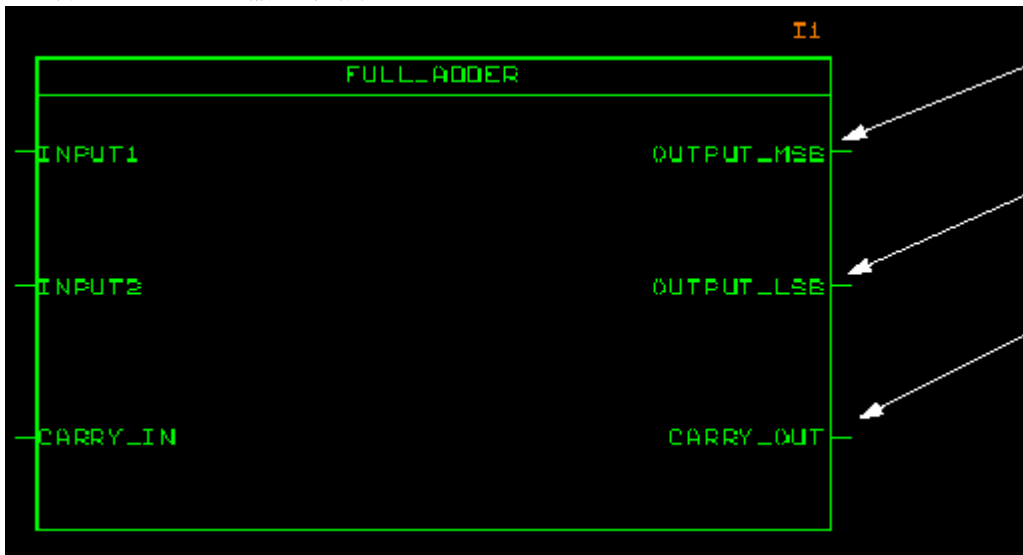

图 3.22
10. 选择 Block->Add Pin，选择 Pin 的类型为 Input。输入下列管脚名：input1、input2、carry_in，依次点击鼠标把 Pin Name 放在模块的左边，如图 3.22。